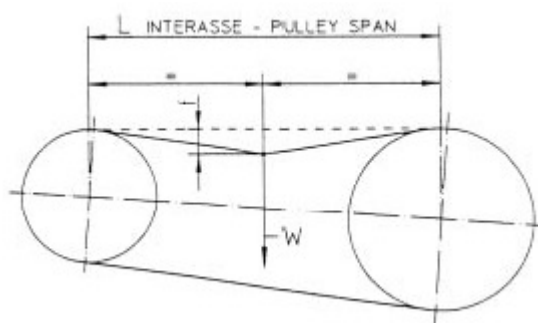

Fig. 6
- b) Færdiggør opstramningen af remmene og mål den afstand, som skal anvendes; denne fås ved at måle den opståede rebøjning ved påførsel af belastningen "W" på dens drivelement, udregnet i henhold til fig. 6 og baseret på den anvendte profil: